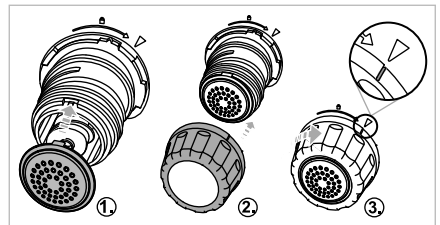

Abb. 5
- 8) Wählen Sie die passende Formscheibe **8** (siehe Kapitel **9. Formscheiben**) und schieben Sie diese so auf die Halterung **12**, dass die beiden Arretierungen an der Formscheibe **8** in die Ausparungen an der Halterung **12** rutschen (**Abb. 5**).
- 9) Schieben Sie die Formscheibenfixierung **14** auf die Halterung **12** und drehen Sie sie im Uhrzeitsinn Richtung -Symbol fest (**Abb. 5**). Fixieren Sie mit der freien Hand ggf. die Formscheibe **8**.